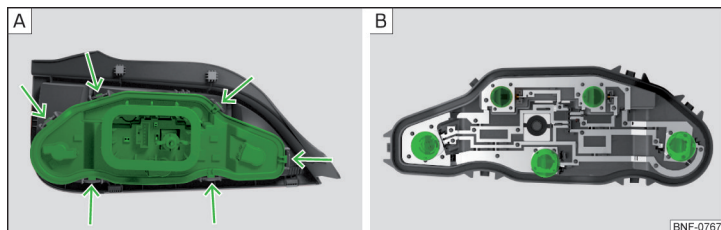

Fig. 180 Parte interior da lâmpada
- Pressionar os guias de travamento do suporte da lâmpada » Fig. 180 - A e remover o suporte da lâmpada.
- Rodar a respetiva lâmpada incandescente até ao encosto **no sentido contrário** dos ponteiros do relógio e removê-la do suporte » Fig. 180 - B.